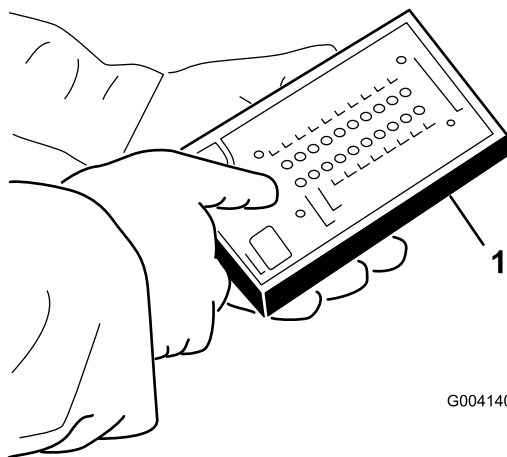

Figura 103
5. Conecte el conector de la pantalla diagnóstica ACE al conector del arnés (Figura 103).